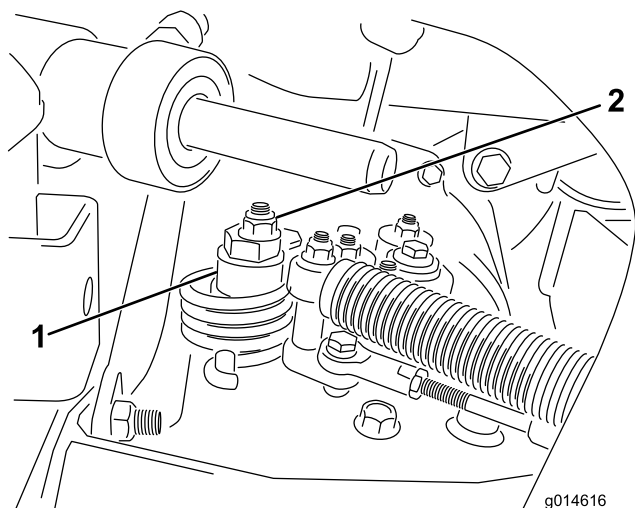

Figura 46
- A. Allentate il dado che fissa l'eccentrico alla parte superiore dell'igrostatò (Figura 46).
C. Fate girare l'eccentrico finché non riscontrate movimenti in alcuna direzione. Quando la ruota cessa di girare, serrate il dado di bloccaggio dell'eccentrico per mantenere la messa a punto (Figura 46). Verificate la regolazione portando l'acceleratore in posizione SLOW e FAST.